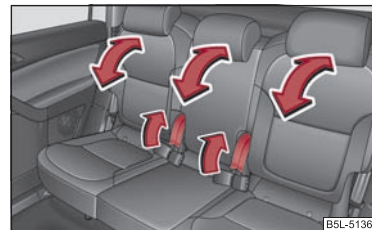

Fig. 68 Ajuste del respaldo
- Tirar de la palanca ⇒ fig. 68 y ajustar la inclinación de respaldo la deseada. ■
- Tire de las palancas ⇒ página 76, fig. 68 y abata los respaldos de los asientos traseros exteriores hasta el tope sobre la banqueta.
- Abata el respaldo central trasero de la misma forma, tire una vez más de la palanca ⇒ página 76, fig. 68 y presione el respaldo hacia abajo hasta que encaje de forma audible en una posición más baja.